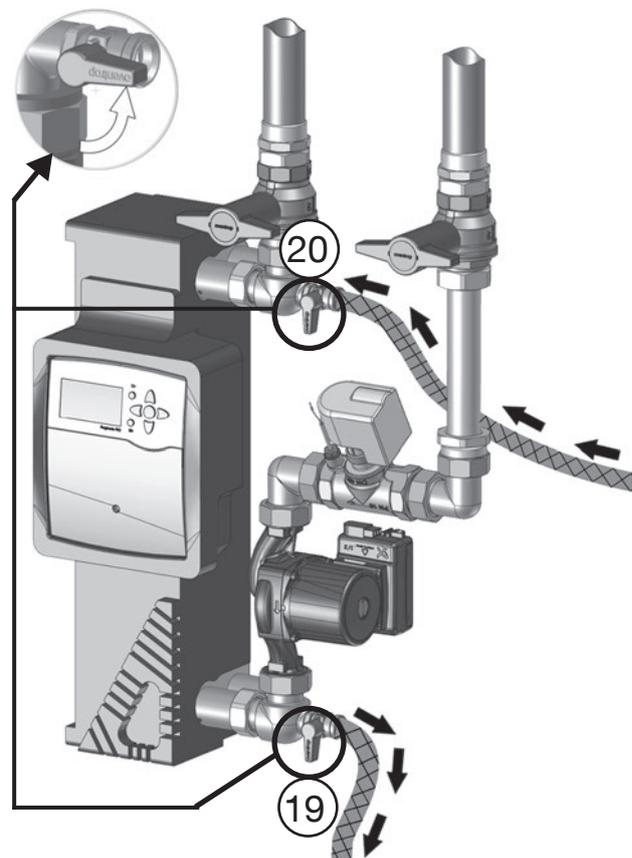

Fig. 5.14: Démarrer le rinçage de nettoyage du circuit primaire
5. Ouvrir les deux robinets à tournant sphérique lentement pour démarrer le rinçage (Fig. 5.14) qui doit durer au moins **cinq minutes**.